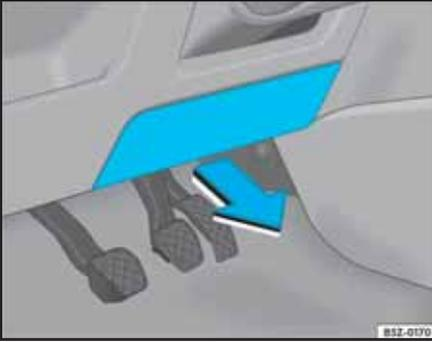

Fig. 171 Lado izquierdo del tablero de instrumentos: caja de fusibles
- Retire la tapa de la caja de fusibles ⇒ fig. 171 -flecha-.